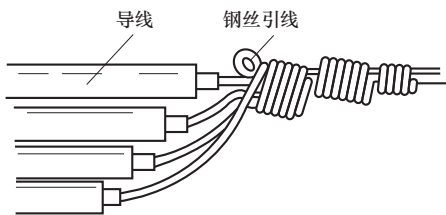

图 2-60 多根导线与钢丝引线的绑扎
(4) 在穿线过程中，如果线管弯头较多或线路较长，穿线发生困难时，可使用滑石粉等润滑材料来减小导线与管壁的摩擦，便于穿线。
(5) 如果多根导线穿管，为防止缠绕处外径过大在管内被卡住，应把导线端部剥出线芯，斜错排开，与引线钢丝一端缠绕接好，然后再拉入管内，如图 2-60 所示。